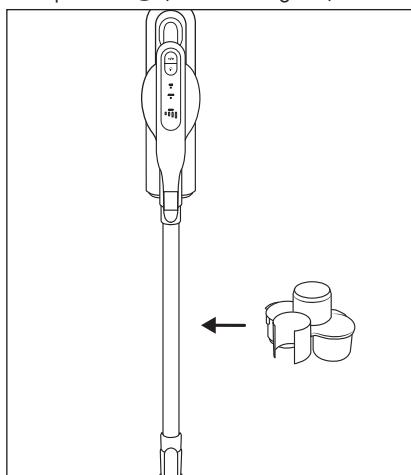

Fig. 19
- ◆ Tras finalizar el uso del aparato, pulse el interruptor de encendido/apagado ⑯ ⑨ para apagarlo. El panel indicador ⑧ se apaga.
- ◆ Fije el soporte para accesorios ⑯ en el tubo de aspiración ④ (consulte la fig. 19).